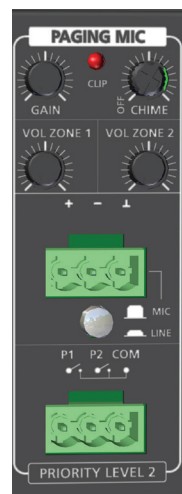

Рисунок 3. Микрофон для громкой связи
1. См. рисунок 3. Подключите микрофон. Разъем Euroblock принимает балансный микрофонный сигнал или сигнал линейного уровня.